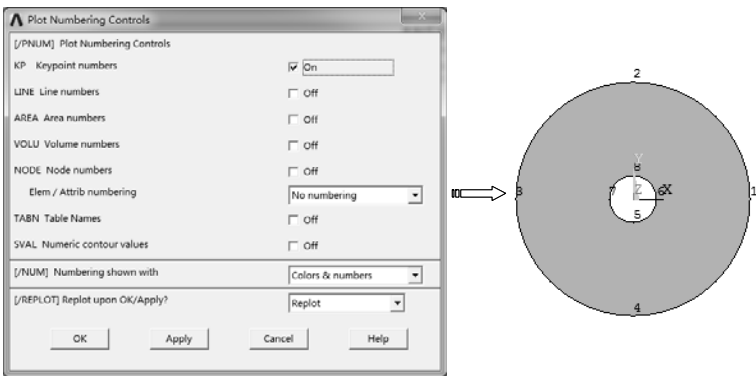

图 3-44 显示关键点编号
3) 选择“Utility Menu>PlotCtrls>Numbering”命令, 弹出“Plot Numbering Controls”对话框, 选中“Keypoint numbers”复选框, 单击“OK”按钮, 图形窗口显示出关键点, 如图 3-44 所示。